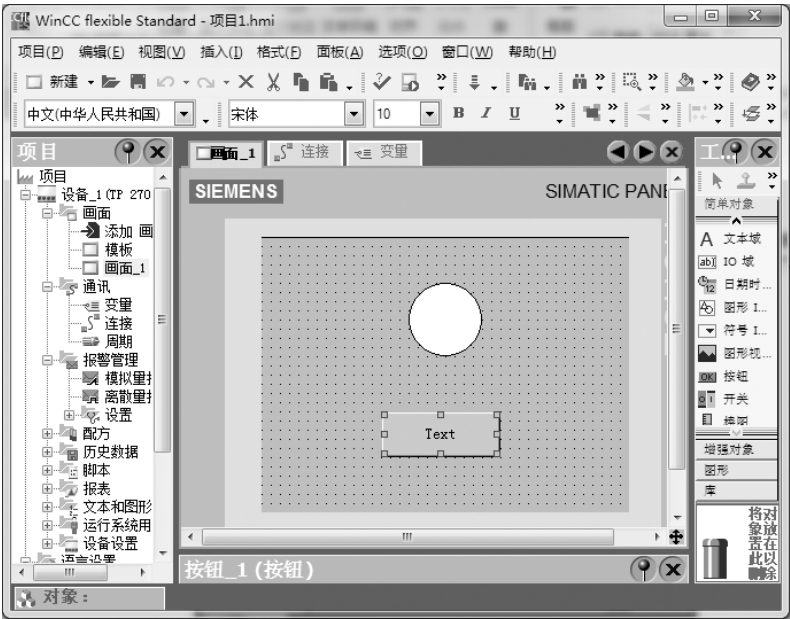

图 10-58 画面编辑器
5) 创建画面。双击“项目窗口”下的“画面1”，弹出画面编辑器，在左侧的“工具栏”中单击“按钮”，在画面编辑区拖出“按钮”，同样在“工具栏”中单击“圆”，在画面编辑区拖出“圆”，画面编辑器如图 10-58 所示。